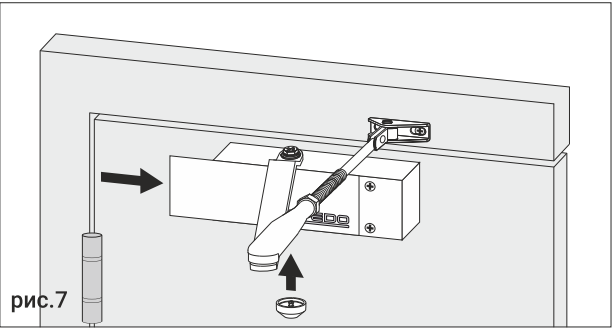

рис.7
5. Установите на дверной доводчик защитную крышку и декоративный колпачок на противоположную поворотную ось (шпindelь), рис. 7.